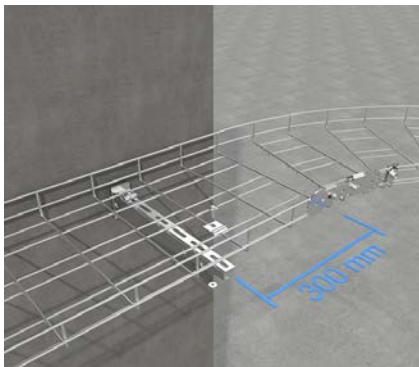

Abb. 1: Stützabstand
- Für alle Formteile, Richtungsänderungen oder offene Enden gilt: Der maximale Abstand von 300 mm, bezogen auf das Formteilende bzw. die Unterstützung, ist einzuhalten (siehe Abb. 1).